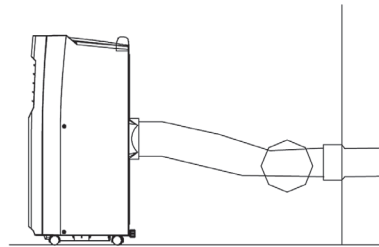

Abbildung 4
- Stellen Sie sicher, dass die Luft im Abluftschlauch ungehindert und gleichmäßig fließen kann (siehe Abb. 4).
Die Maximallänge des vollständig ausgelegten Abluftschlauchs beträgt 1500 mm. Bitte kürzen Sie den Schlauch soweit wie nötig, damit dieser gleichmäßig und eben zum Fenster verlegt werden kann (siehe Abb. 4).